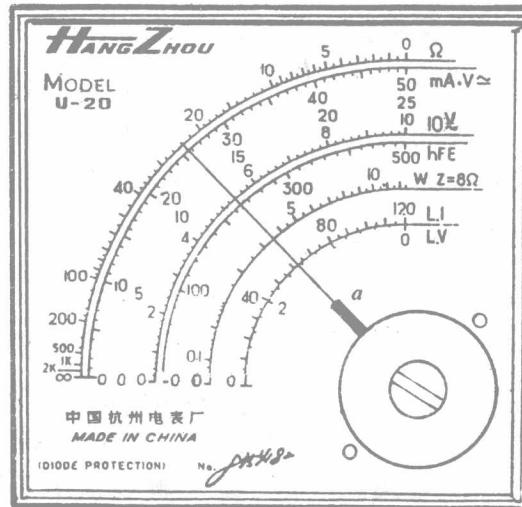

图 1-1-3
1. 读图 1-1-3，如果表针稳定指在图中 a 位置，请根据表 1-1-1 中转换开关选定的测量项目和量程完成填表内容。